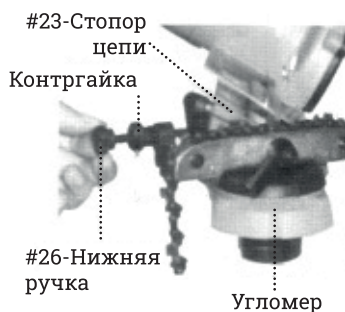

Рис. 5
3. Опустите стопор цепи (#23) так, чтобы он располагался на зубе (лезвии), с которого вы хотите начать. Смотрите РИСУНОК 5.
7. В зависимости от количества материала который вы хотите удалить, затяните или ослабьте нижнюю ручку (#26) и установите контргайку. См. РИСУНОК 5.